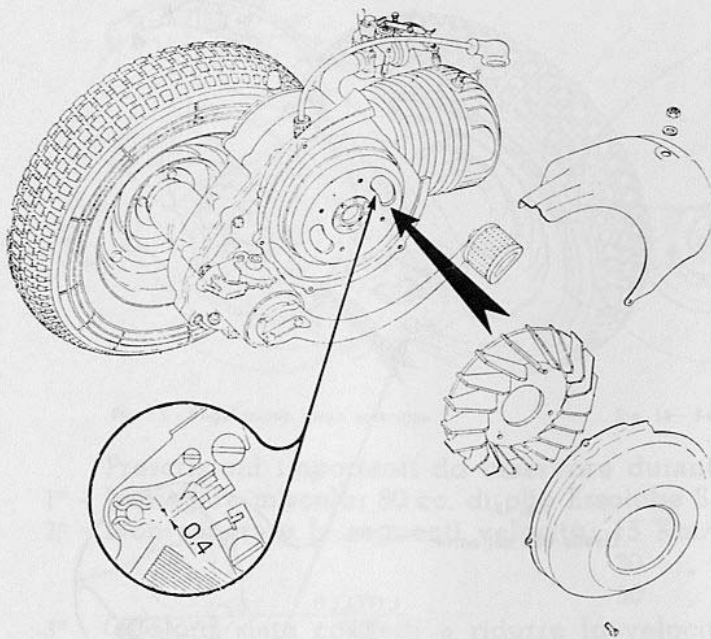

Fig. 16 - Puntne del ruttore
3) Rivolgersi ugualmente ad un'Agenzia per la regolazione (0.4 mm.) e la pulizia delle puntine platinato del ruttore del volano magnete (vedi fig. 16).